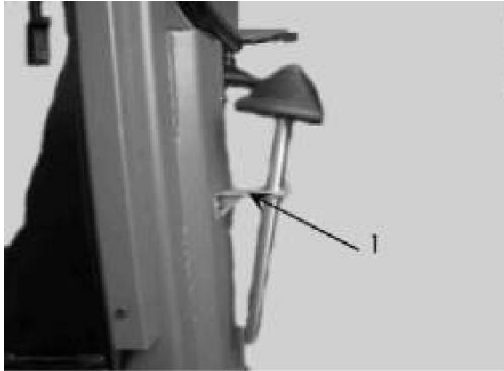

Рис. 38
6.1.9 Согласно рис. 38, зафиксируйте опору для конуса на кронштейне корпуса и установите прессующий конус на кронштейне.